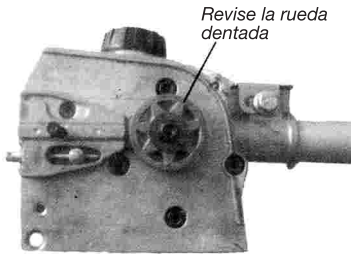

Imagen 36
- Quite la cubierta de la rueda dentada y revísela por si tiene demasiada suciedad, restos acumulados o está desgastada. Quite la barra de guía y limpie la ranura. Si el diente está demasiado desgastado, cámbielo por uno nuevo. Ver Imagen 36.